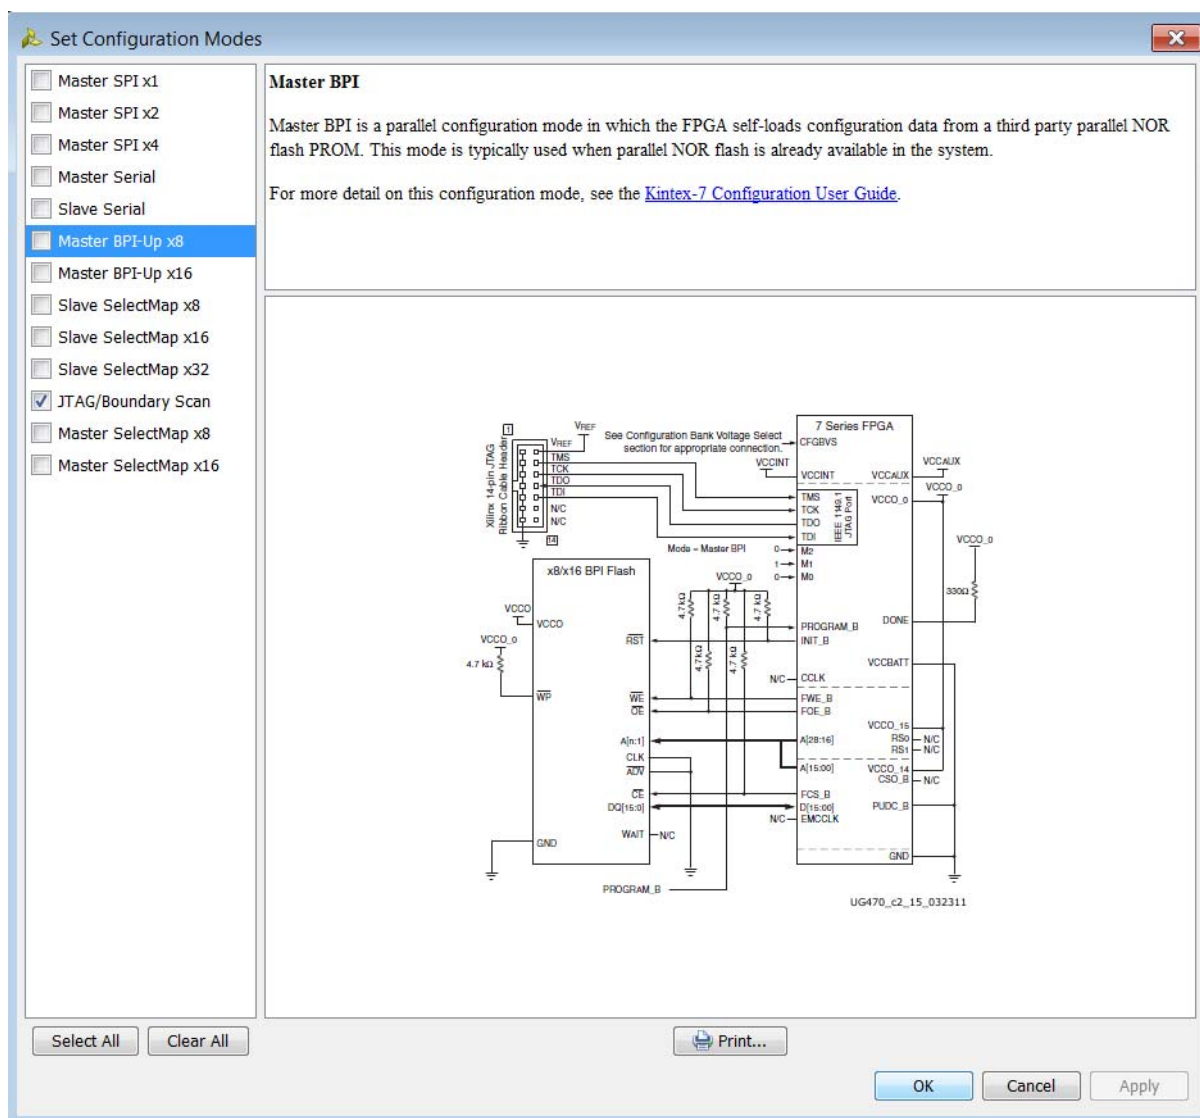

図 3-8 : [Set Configuration Modes] ダイアログ ボックス
2. [Set Configuration Modes] ダイアログ ボックス (図 3-8) で次を実行し、[OK] をクリックします。